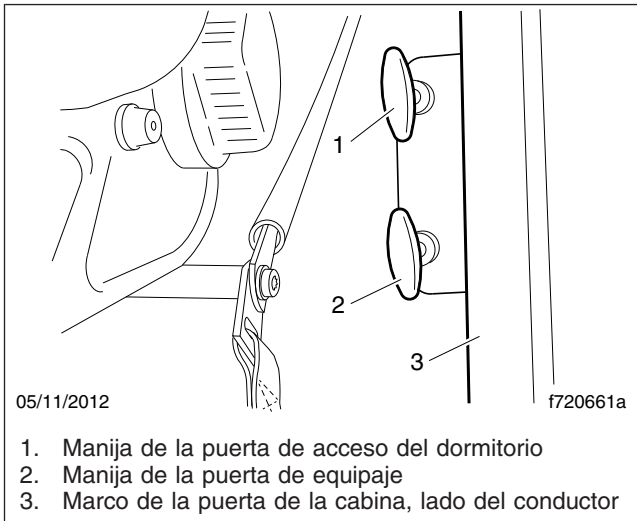

Figura 2, Manijas de liberación de las puertas de equipaje y de acceso al dormitorio
1. Abra la puerta de equipaje y la puerta de acceso al dormitorio (si las hay) tirando de las manijas de liberación ubicadas dentro de la abertura de la puerta de la cabina. Vea la Figura 2.